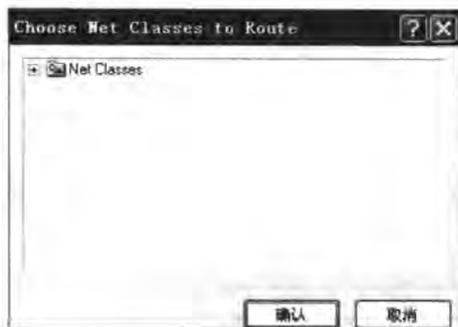

图 9-62 选择网络类
- **【网络类】**: 用于对指定的网络类进行自动布线。执行该命令后，系统会弹出【Choose Net Classes to Route】窗口（图 9-62），列出了当前文件中已有的网络类，选择要布线的网络类，单击 **确认** 按钮，系统即开始对该网络类内的所有网络自动布线